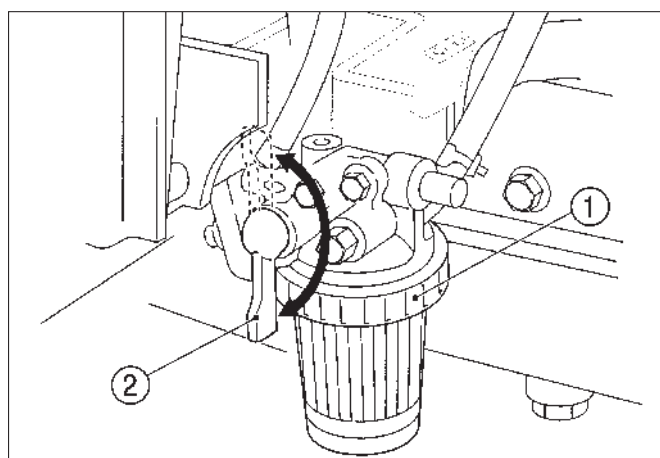

Fig. 88
FIG. 88: Le filtre à carburant (1) est situé du côté droit du moteur et sert à éviter que les impuretés du carburant atteignent la pompe d'injection. Le filtre à carburant comprend un robinet (2) pour faciliter l'entretien du filtre. Contrôlez le cuve du filtre pour voir si des dépôts ou de l'eau se sont accumulés et nettoyez si nécessaire.